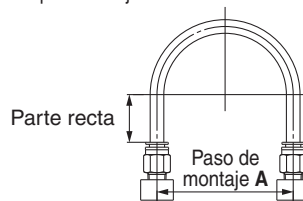

Fig. 1: conexionado recomendado
1. Si se conecta el conexionado a la conexión instantánea, emplea una longitud del tubo con suficiente margen, de acuerdo con las condiciones de conexionado que se muestran en la Fig. 1.